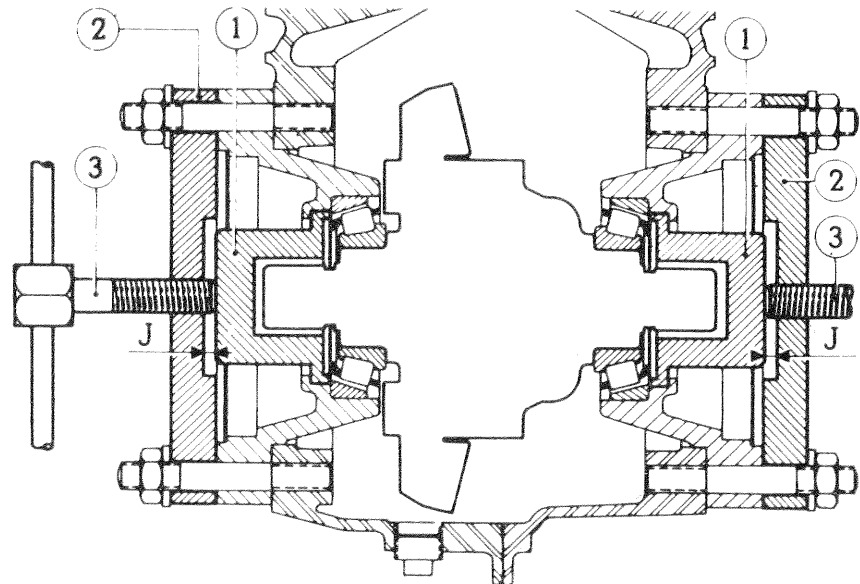

Fig. 66. — Mesure du jeu entre barreaux et poussoirs
- A l'aide des vis (3), mettre **en appui**, sans forcer, les pousoirs contre leur cuvette respective, en s'assurant que les pousoirs **tournent librement**, jusqu'au point de contact.
- De chaque côté, mesurer le jeu J, compris entre le barreau (2) et le pousoir (1) (fig. 66).
- Mesurer le nouveau jeu J' entre le barreau (2) et le pousoir (1) (fig. 66).